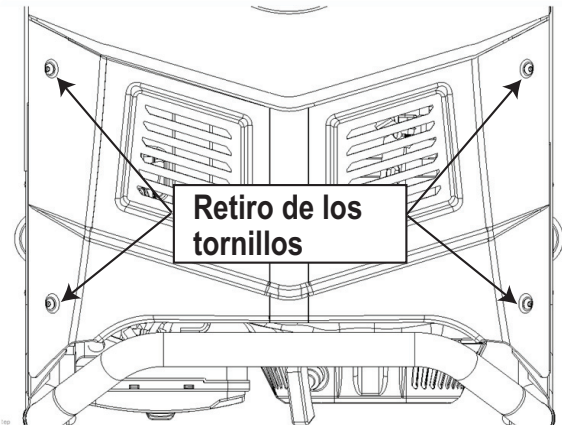

Figura 4-2: Retire los tornillos
2. Con una llave Allen de 5 mm, retire los cuatro (4) tornillos de cabeza de botón en la cubierta superior y retire la cubierta superior para acceder a la bujía (Figura 4-2).